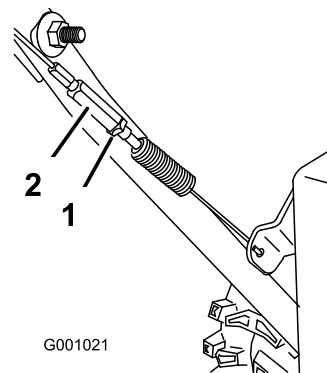

Рисунок 44
3. Затяните контргайку (Рисунок 44).